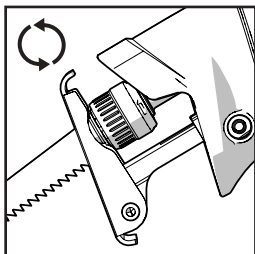

Fig. 1
- Ruotare la manopola di serraggio della lama in senso anti orario. (Fig. 1)